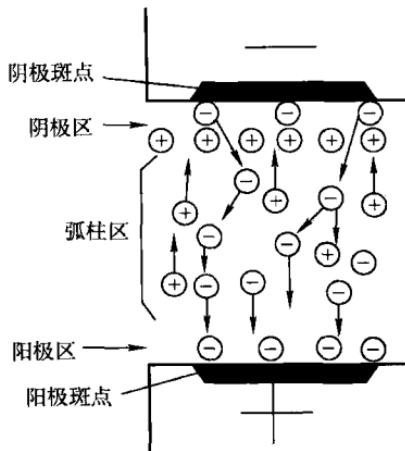

图 1-3 焊接电弧的构造
**说明：**焊接电弧由阴极区、阳极区和弧柱区三部分组成，如图 1-3 所示。弧柱中心的温度可达  $6000\sim8000K$ ，大大高于阴极区和阳极区的温度。